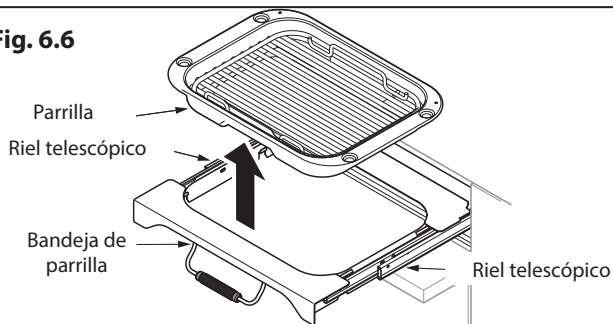

Fig. 6.7
3. Si necesita retirar las correderas telescópicas para permitir la limpieza de la cámara de la asadera, primero retire la charola de la asadera, luego puede descolgar la asadera de los lados de la cámara de la asadera (**Fig. 6.7**).